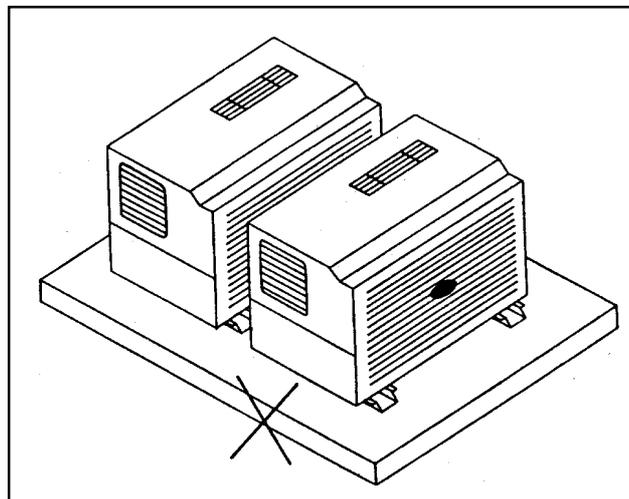

FIGURA 7 - CURTO CIRCUITO DE AR ENTRE UNIDADES CONDENSADORAS
- \* Jamais instalar as unidades condensadoras uma na frente da outra (figura 7).